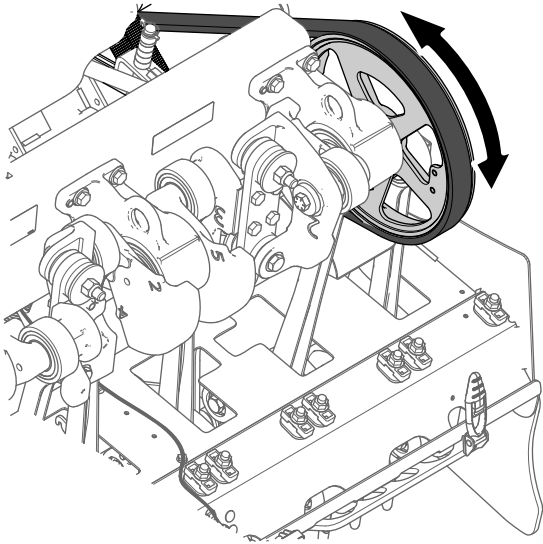
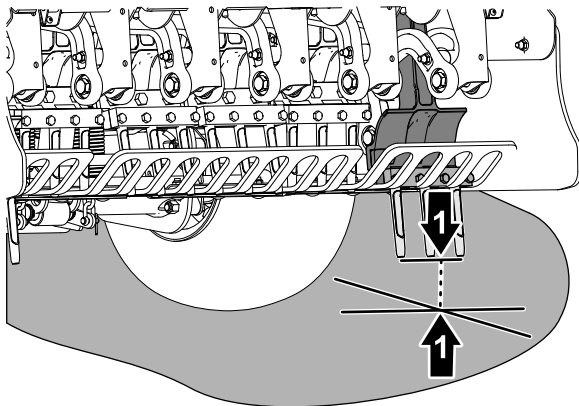

Figura 63
Figura 64
- Gire la polea del cabezal de perforación (Figura 63) hasta que los taladros más exteriores estén alineados lo más cerca del suelo (Figura 64).